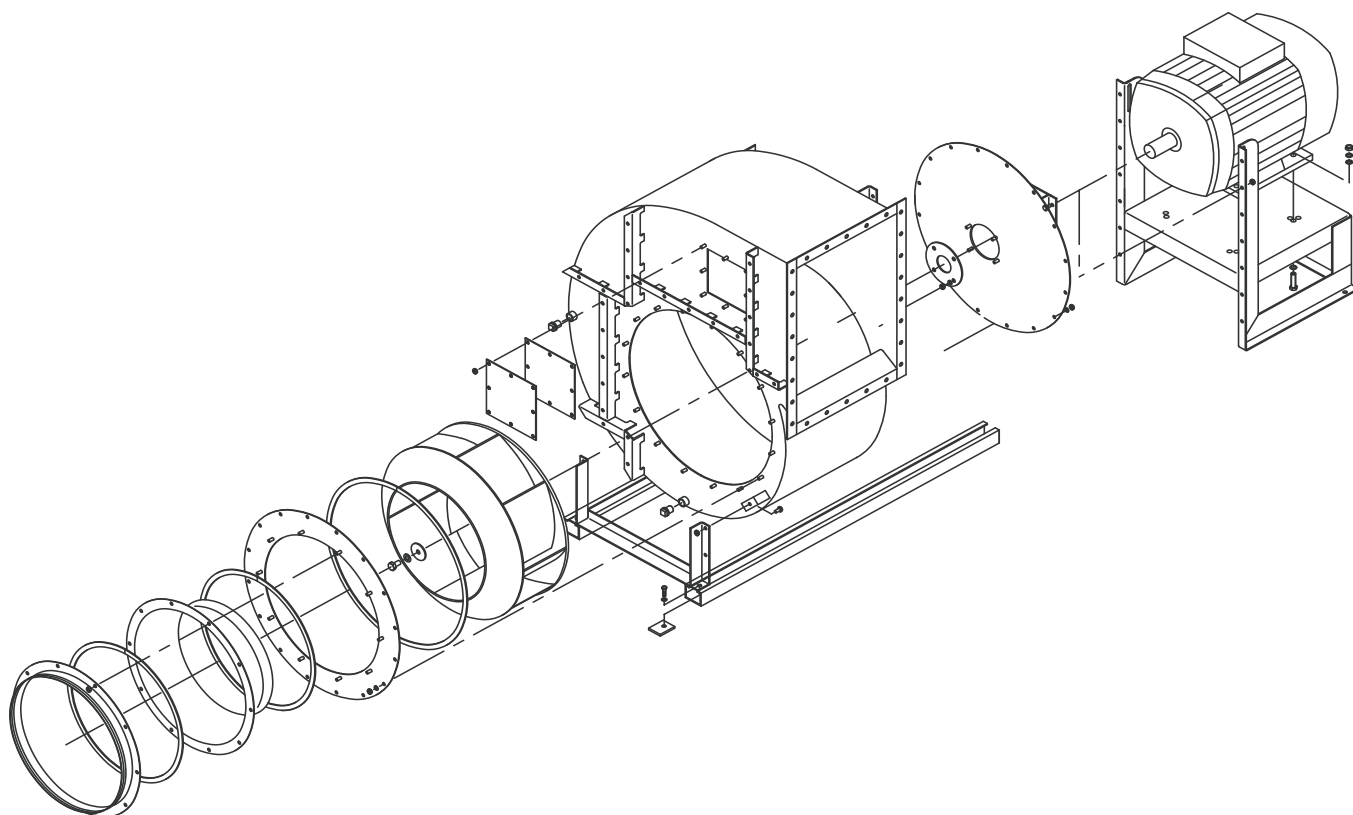

Fig. 4
Fig. 4, først demonteres kanalen fra ventilatorens sugeside, hvorefter kanalstuds pos. 1, indløbstragt pos. 3 og mellemflange pos. 5 demonteres ved at løsne og afmontere møtrikkerne pos. 6. Derefter demonteres skrue pos. 12 og motorskive pos. 10, som fastholder ventilatorhjulet. Ventilatorhjulet demonteres med aftrækker som fastgøres i de 2 stk. gevindhuller, som er placeret i ventilatorhjulens nav.
Fig. 4, ventilatorhjulet pos. 9 placeres på akslen hvorefter pos. 10-12 monteres og skruen pos. 12 spændes. Derefter monteres kanalstuds pos. 1, indløbstragt pos. 3 og mellemflange pos. 5, husk at kontrollere at spalten mellem indløbstragt pos. 3 og ventilatorhjul pos. 9 overalt er lige stor, samt at pakningen pos. 8 stadig er elastisk. Derefter fastspændes skrue pos. 6.